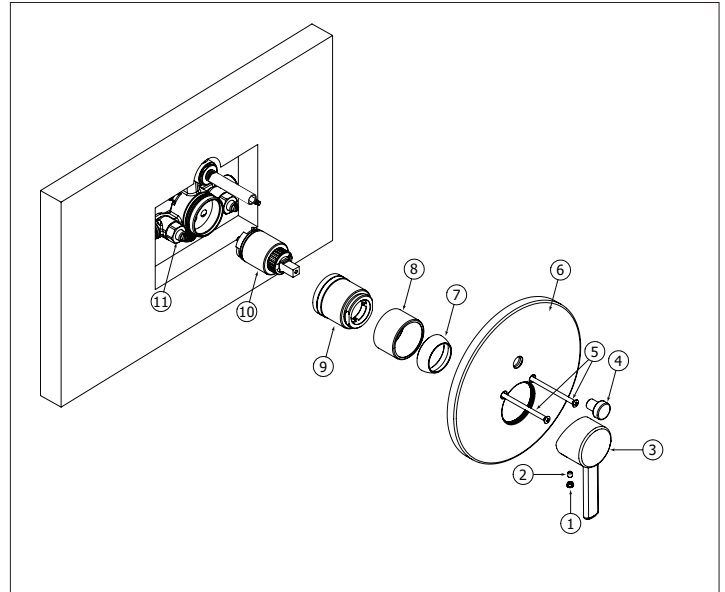

Fig. 7
Remove all the components from (1) to (8). (Fig. 7). Then, shut off the 2 check valves (11) by turning them clockwise with a screwdriver. Unscrew the cartridge holder (9) and remove the cartridge (10).
Démonter tous les composants de (1) à (8). (Fig. 7). Ensuite, fermer les deux valves d'arrêt (11) en les tournant dans le sens horaire à l'aide d'un tournevis. Dévisser le manchon de cartouche (9) et enlever la cartouche (10).